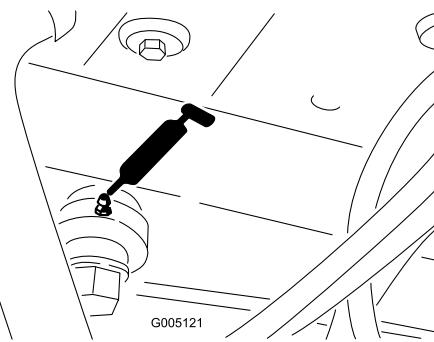

Bild 43
- Servolenkungszyylinder (Bild 43)